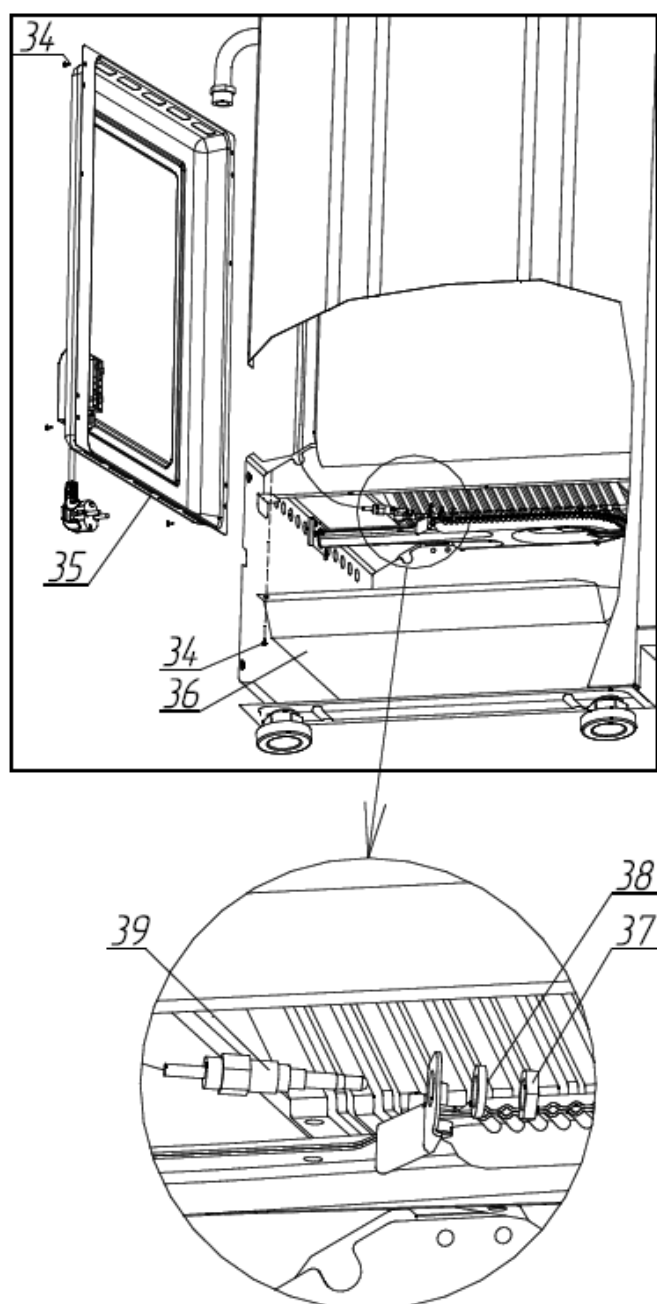

Рисунок 9 - Демонтаж датчика контроля пламени духовки.
Предварительно необходимо снять кожух задний (см. рис.9).
- снять кожух задний (см. рис. 9);